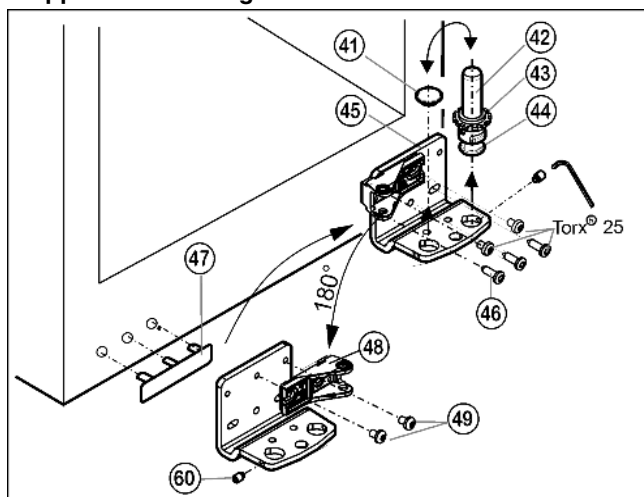

Fig. 13
- Svitare di circa 1 giro la vite di fermo Fig. 13 (60) con la chiave a brugola in dotazione.
- Togliere completamente il perno di supporto Fig. 13 (42) con lo spessore Fig. 13 (43) e il piedino di regolazione Fig. 13 (44), estrarre tirando verso l'alto.
- Togliere il tappo Fig. 13 (41).
- Svitare il blocco di supporto Fig. 13 (45).
- ▶ Svitare completamente la vite di arresto Fig. 13 (60) e avvitare sul lato opposto nel blocco di supporto, finché non è a filo con il blocco di supporto.
- ▶ Svitare l'elemento di supporto Fig. 13 (48) e fissarlo di nuovo internamente ruotato di 180°.
- ▶ Inserire nuovamente il tappo Fig. 13 (41) nell'altro foro.
- ▶ Staccare la copertura lato maniglia Fig. 13 (47) facendo attenzione e spostarla sul lato opposto.
- ▶ Fissare nuovamente il blocco di supporto Fig. 13 (45) sul nuovo lato cerniere, eventualmente servendosi di un avvitatore a batteria (a 4 Nm).
- ▶ Ruotare di nuovo completamente il perno di supporto Fig. 13 (42), con lo spessore e il piedino di regolazione.
- ▶ Serrare la vite di fermo Fig. 13 (60).
- ▶ Appoggiare la porta dall'alto sul perno di supporto in basso Fig. 13 (42).
- Eventualmente allineare le porte sopra le due asole nel blocco di supporto in basso Fig. 13 (45) e nel blocco di supporto al centro Fig. 11 (31) a filo con l'involucro dell'apparecchio. Svitare la vite centrale nel blocco di supporto in basso Fig. 13 (45).